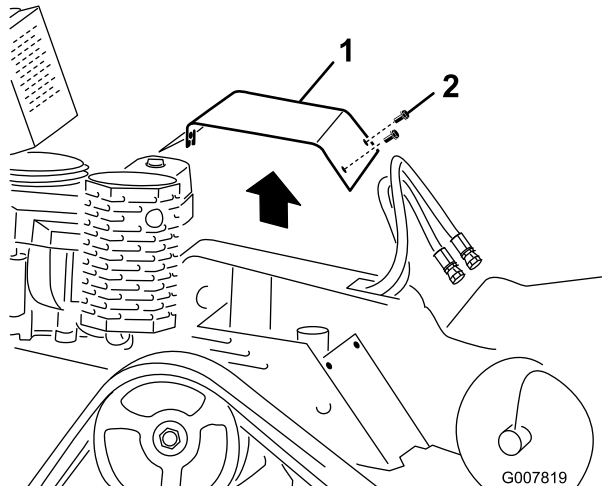

Figure 25
3. Retirez les 3 boulons qui fixent la plaque de protection au châssis (Figure 25).
2. Glissez la plaque de protection en place et fixez-la avec les 3 boulons retirés précédemment (Figure 25).